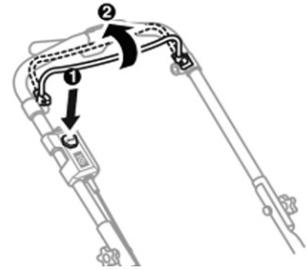

Рис. 15
2. Нажмите кнопку запуска (1) (Рис. 15).
3. Постоянно придерживайте рукоятку управления тормозом (2) (Рис. 15).